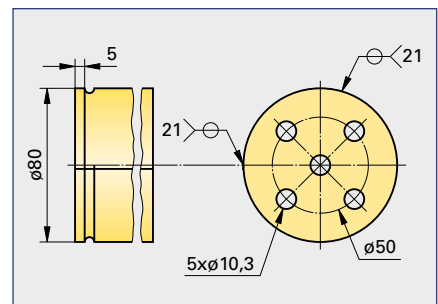

Bild 2
- a) die Zuschnittlänge des Lampenkörpers bei einer Überlappung von 8 mm (**Bild 2**),
2. Der Deckel Pos. 2 mit Rand zum Anschweißen (**Bild 2**) soll mit der Kreismesserschere zugeschnitten werden. Auf welchen Durchmesser muss diese eingestellt werden?